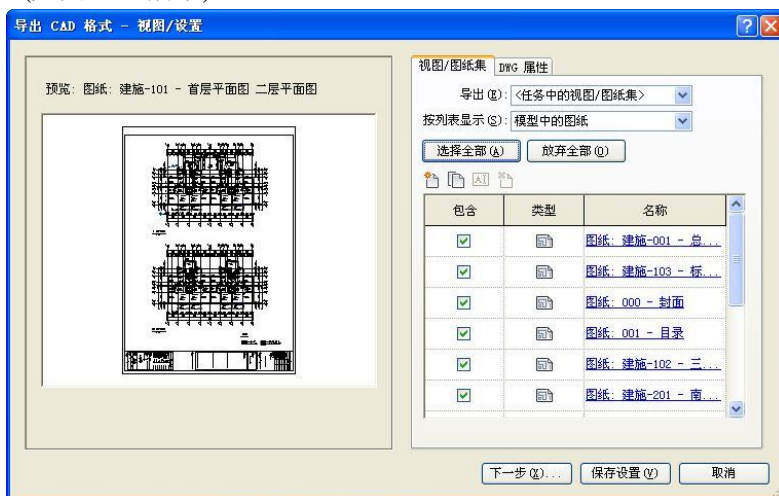

图 8-20
- 3) 单击菜单栏“文件”-“导出”-“CAD 格式”-“DWG 文件”命令，打开“导出 CAD 格式”对话框，按图示内容设置(如图 8-20 所示)。